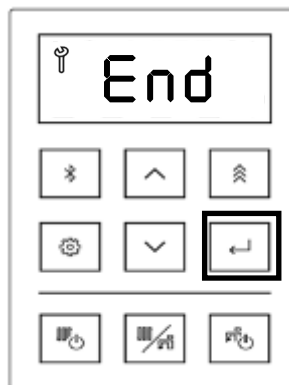

Figure 144
13. Appuyer sur la touche de sélection, l'écran affiche « End » (Figure 144).